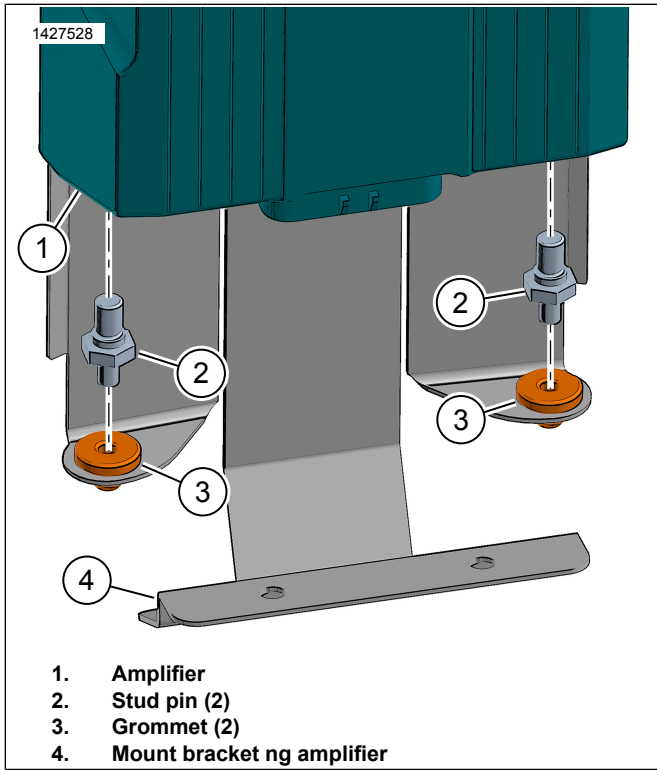

Figure 12. Amplifier Stud Pin
4. Figure 12 Ikabit ang grommet (3) sa amplifier mount bracket (4).
5. Ikabit ang stud pin (2) sa amplifier (1). Higpitan.